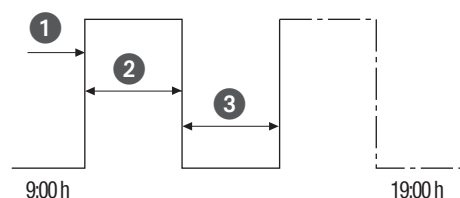

Fig. 32: Cyklusskift
- (fig. 32/①) Starttidspunkt
- (fig. 32/②) Varighed ON = skift ON
- (fig. 32/③) Varighed OFF = skift OFF